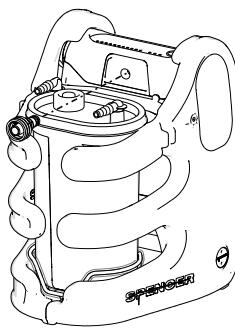

Abb. 13
2. Verbinden Sie das Absauggerät mit dem Filterschlauch (Nr°4 Abb. 3.2), überprüfen Sie, dass die durchsichtige Seite des Filters mit der Kennzeichnung <IN> zu den Behälter gerichtet ist und dass die <OUT> Seite zu den Absauggeräteeingang gerichtet ist (Abb. 13 und 14).